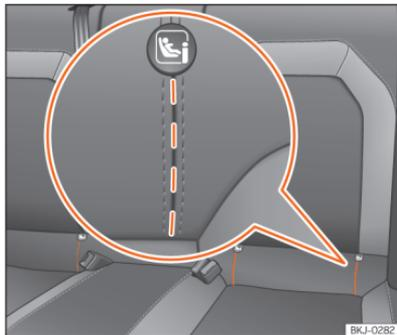

Fig. 37 Banco traseiro: ranhuras recortadas para aceder aos anéis de fixação ISOFIX/iSize.
A localização dos pontos de fixação ISOFIX ou i-Size está indicada com um símbolo »» Fig. 37. Em alguns veículos, os anéis estão fixos à armação do banco e noutros ao piso traseiro.
- Proceda previamente à abertura manual do recorte situado atrás das ranhuras marcadas para ter acesso às argolas de fixação »» Fig. 37.